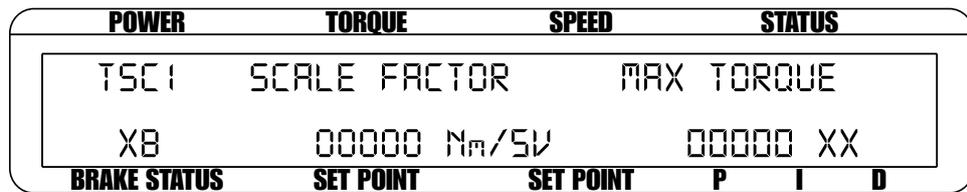

Figure 3–21 Menu de configuration du frein à courant de Foucault de TSC1
- 6 a. Pour un frein à courant de Foucault, appuyer 2 fois sur SHIFT. L’affichage se présente comme illustré avec la figure 3–19. Entrer la vitesse de rotation nominale à l’aide de la touche AUX SETUP, des touches UP ◀ et DOWN ▶, ainsi qu’avec la molette de réglage. Appuyer 4 fois sur SHIFT pour quitter le menu de configuration et retourner au menu principal.